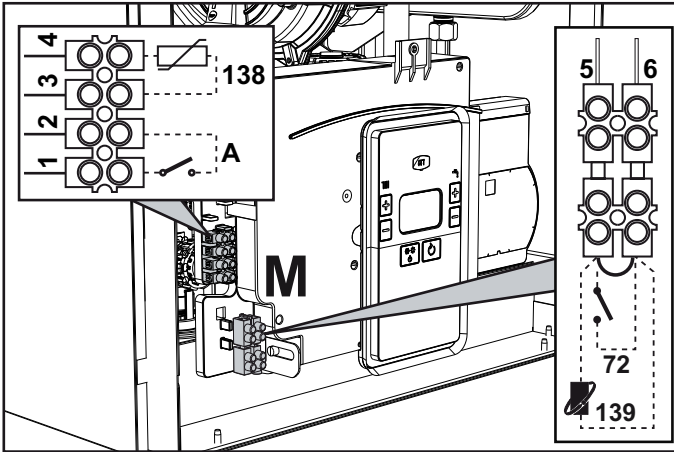
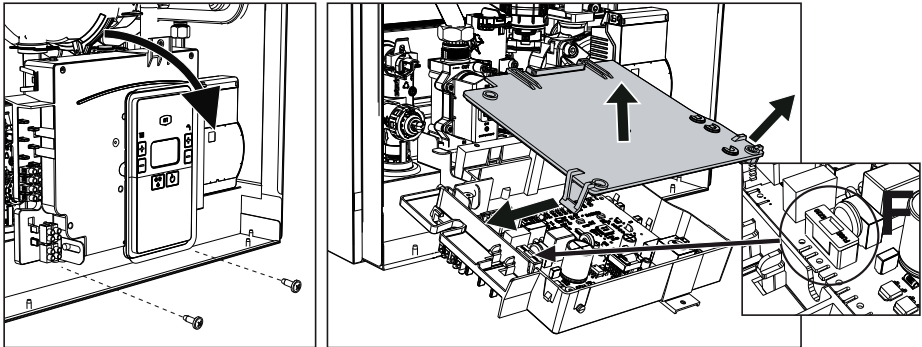

fig. 18
fig. 19
Tras quitar el panel frontal (*** 'Apertura del panel frontal' on page 80 ***), es posible acceder a las regletas de conexión (M) y al fusible (F) según las indicaciones siguientes (fig. 18 e fig. 19). **Los bornes indicados en la fig. 18 deben tener contactos secos (no 230V).** La posición de los bornes para las diferentes conexiones también se ilustra en el esquema eléctrico de la fig. 45.
Configuración del interruptor ON/OFF (A, fig. 19)